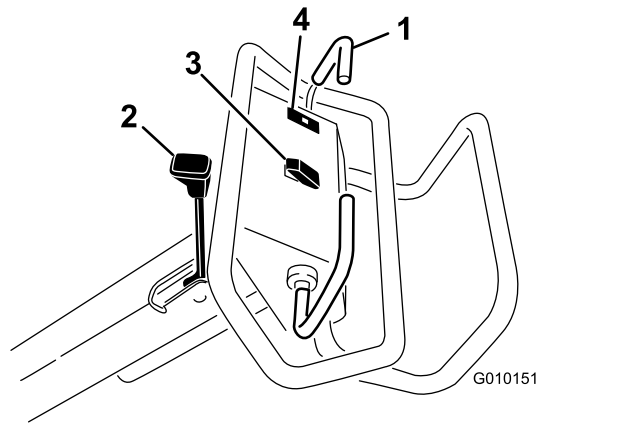

Рисунок 13
Для движения вперед передвиньте штангу управления тягой вперед. Для движения назад передвиньте штангу управления тягой назад (Рисунок 13).
- Для включения стояночного тормоза потяните его рычаг в сторону рукоятки оператора (Рисунок 13).
Сигнальная лампа давления масла (Рисунок 13) загорается, если давление масла в двигателе падает ниже безопасного уровня. При падении давления масла выключите двигатель и определите причину. Устраните повреждение, прежде чем снова запускать двигатель.
Подъем — для подъема и отключения вала аэратора нажмите на верхнюю часть переключателя (Рисунок 13). Двигатель должен работать для создания давления подъема. Если вал аэратора находится ниже транспортной высоты, см. раздел Сброс параметров цепи системы управления \(страница 29\).
Опускание/включение — для опускания и включения вала аэратора нажмите на нижнюю часть переключателя (Рисунок 13). Для активации переключателя штанга управления тягой должна находиться в переднем положении.